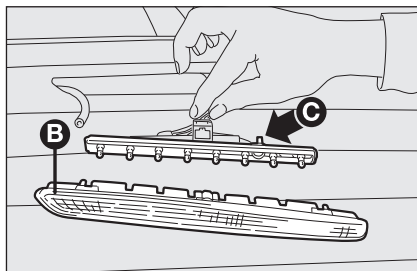

fig. 33
- ☐ extraiga el grupo transparente **B**-fig. 33 y desconecte el conector eléctrico;
- ☐ interviniendo en modo contrapuesto en las aletas **C**-fig. 33 extraiga el portalámparas;